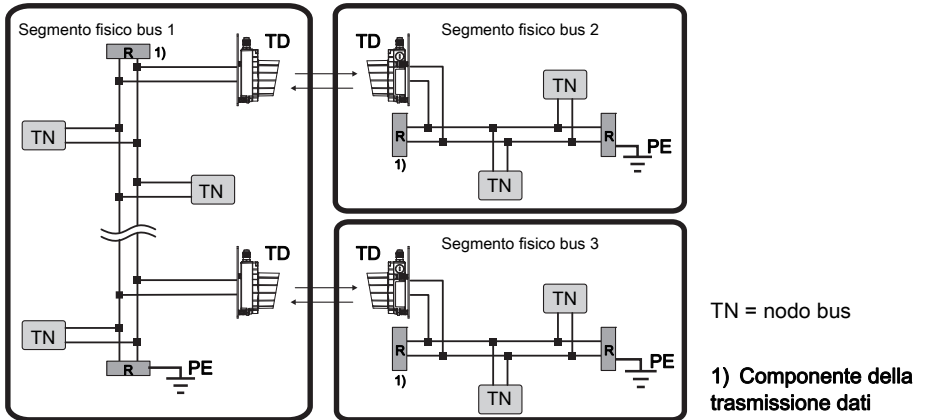

Figura 9.8: Cablaggio DeviceNet / CANopen
- In ogni segmento fisico di bus, le estremità delle linee devono terminare tra CAN_L e CAN_H (vedi Figura 9.8 **R**).
- Il potenziale di riferimento CAN_GND deve essere collegato con il potenziale di terra (PE) solo su un punto di un segmento fisico di bus (vedi Figura 9.8).